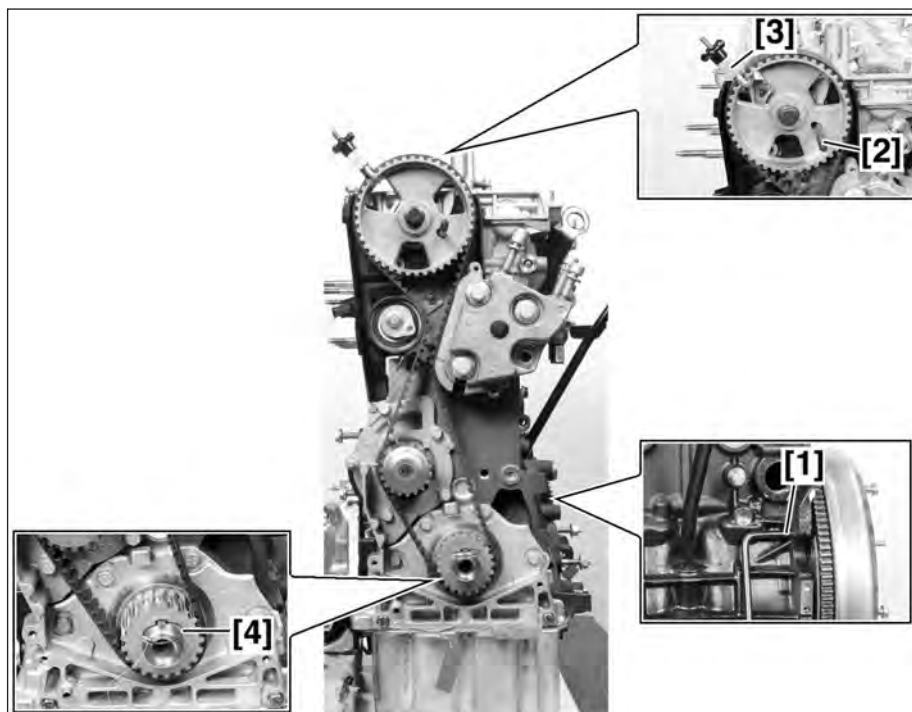

FIG.10
- Mettre en place l'outil [1] (Fig.10).
- Mettre en place l'outil [4] sur la roue dentée de vilebrequin (Fig.10).
- le moteur est au point de calage (Fig.10).
- Déposer l'outil [4] (Fig.10).
- le pigeage correct du moteur (Fig.10),